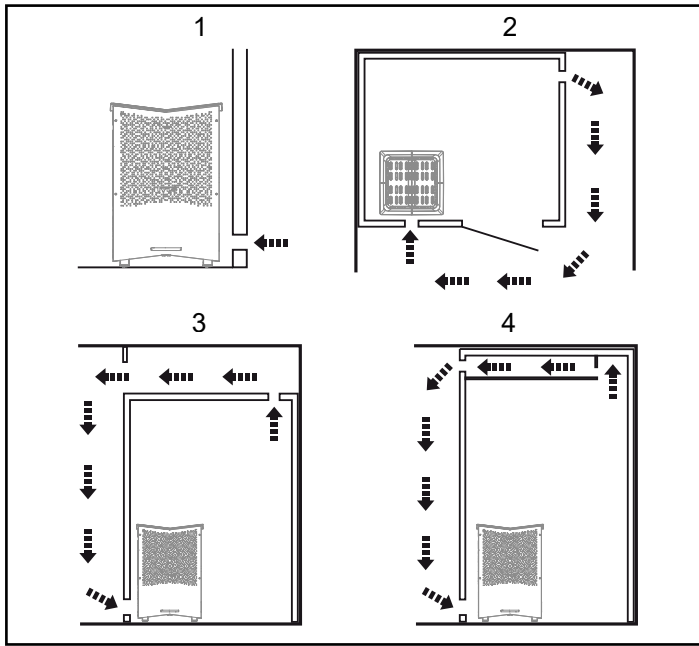

Afbeelding 5: Veiligheidsafstand/installatiehoogte, bedieningspaneel
- Bereid de plaatsing van het bedieningspaneel voor (zie de bijgevoegde instructies voor informatie over de toegestane plaats van het bedieningspaneel). Zie ook het gedeelte Configuratiescherm, afbeelding 5.
Het bedieningspaneel kan worden geplaatst in een Tylö-saunarimte of een zelfgebouwde saunarimte met correcte ventilatie die werkt volgens de door Tylö aanbevolen ventilatie (natuurlijk ventilatieprincipe). Lees de secties met de titel Plaatsing van de inlaatopening en Plaatsing van de uitlaatopening in deze instructies (afbeelding 6). Het bedieningspaneel moet altijd buiten de saunacabine worden geplaatst als niet aan deze eisen wordt voldaan. Als het bedieningspaneel in de saunacabine wordt geïnstalleerd, moet het worden geplaatst met inachtneming van de veiligheidsafstanden en installatiehoogte, zie afbeelding 5.